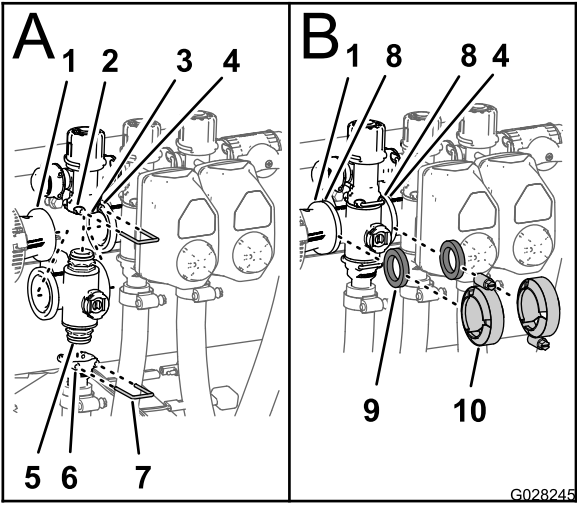

图144
- 1. 将歧管阀的上端盖接头插入旁通阀接头 图144。
- 2. 将卡环插入旁通阀接头的插槽从而将端盖接头固定至旁通阀接头 图144。
- 3. 将出口接头组装到歧管阀的下端盖接头上 图144。
- 4. 将卡环插入出口接头的插槽从而将端盖接头固定至出口接头 图144。
- 5. 在异径管连接头凸缘与喷洒臂段阀歧管之间放一个垫片 图144。
- 6. 用夹具组装异径管接头、垫片和喷洒臂段阀歧管并用手紧固 图144。
- 7. 如果要安装最左边的 2 个喷洒臂段阀请在两个相邻喷洒臂段阀歧管的凸缘之间放一个垫片 图144。
- 8. 使用夹具组装 2 个相邻喷洒臂段阀歧管和垫片并用手紧固 图144。